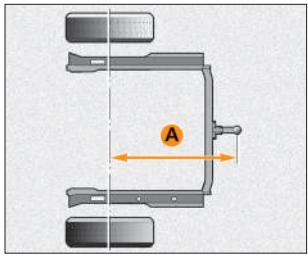

Рис. 5.15.1. Схема размещения ТСУ
- выдержать расстояние А (рис. 5.15.1) от оси задних колес до центра шаровой опоры по оси 835...920 мм;